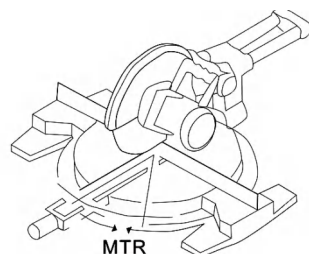

Fig.6
---Ajuste el valor MTR en la máquina de corte para realizar un corte oblicuo transversal(Fig.6)